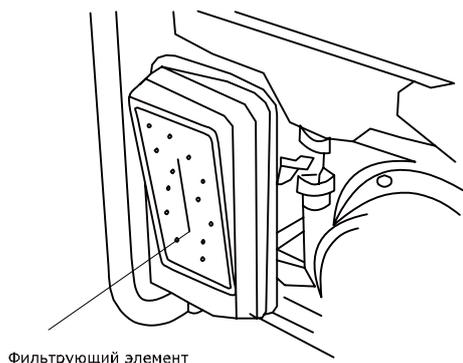

Рис. 23
- Извлеките фильтрующий элемент (рис. 23) и тщательно промойте его неэтилированным бензином. **Применение растворителей не допускается!**